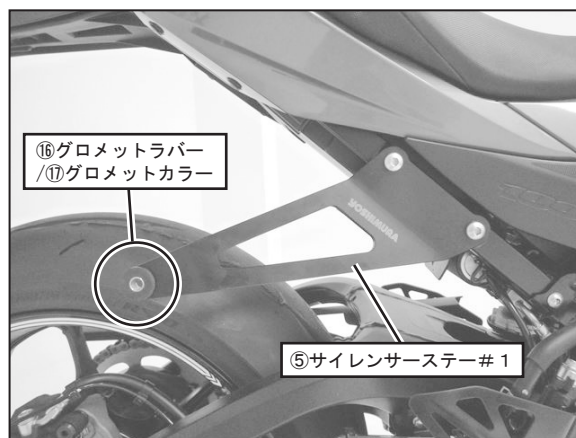

FIG. 1
5. 左右のタンデムステップを取り外し、⑤サイレンサーステー#1に⑯グロメットラバー、⑰グロメットカラーを取り付けてから純正ボルトを使用して車体に規定トルクで締め付けて下さい。(FIG. 1参照)